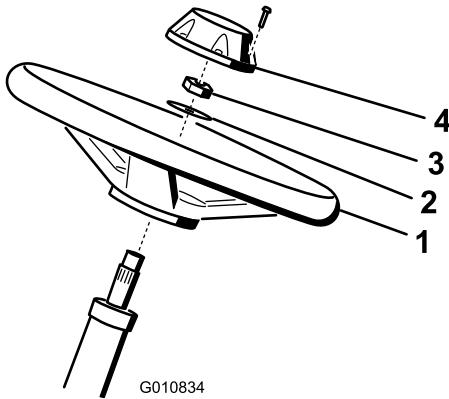

図 4
1. ハンドルをステアリング シャフトにはめ込む (図 4)。
2. ワッシャをステアリングシャフトにはめ込む (図 4)。
3. ジャムナットでハンドルを固定し、2.8-3.6 kg.mに トルク締めする (図 4)。
4. キャップを取り付け、ねじで固定する（図4）。